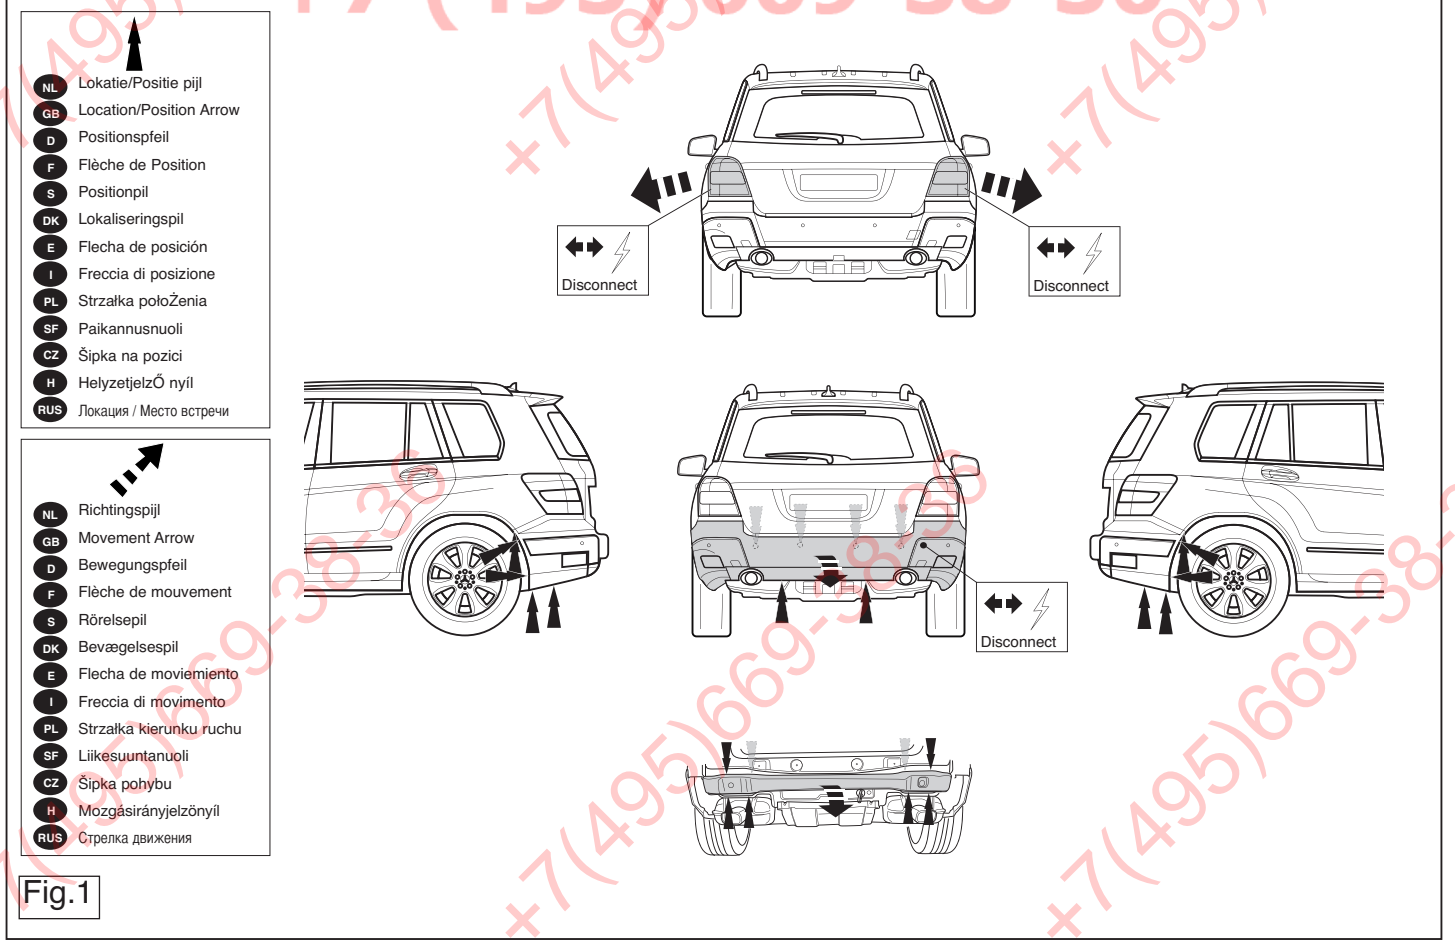

Fig.1
buffer beam will no longer be needed. See figure 1.
3. Die Stoßstange einschließlich des stählernen Stoßbalkens vom Fahrzeug abmontieren. Der Stoßbalken wird nicht mehr benötigt. Siehe Abbildung 1.
13. Den angegebenen Teil mit Hilfe der Schablone aus der Stoßstange heraus schneiden. (Schablone außen auf der Stoßstange anlegen). Siehe Abbildung 1.
- Déposer le pare-chocs du véhicule y compris la traverse en acier la traverse ne sera plus utilisée. Voir la figure 1.